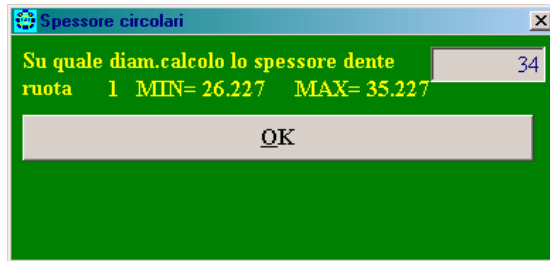

fig.13
■ Menu Calcoli: Spessore cordale ruota su D= (fig.13)